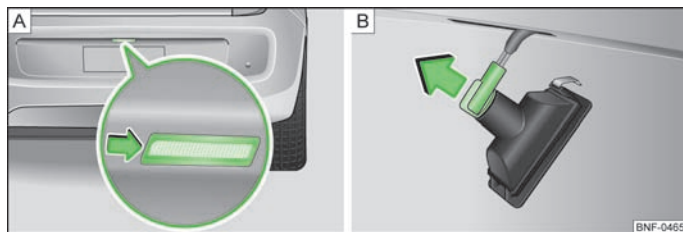

Fig. 123 Sostituzione della lampadina della targa
- Inserire un apposito utensile sottile, ad es. un cacciavite, nella cavità nell'area indicata dalla freccia e sollevare con cautela le luci della targa dal paraurti » fig. 123 - **A**.
- Girare il portalampada **in senso antiorario** e quindi estrarlo nella direzione indicata dalla freccia » fig. 123 - **B**.